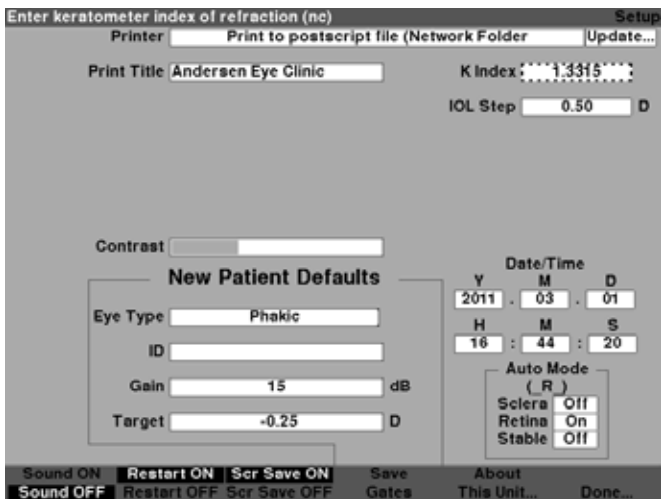

Figura 5-58 Ajuste do índice K
3. Gire o botão para ajustar o índice K ou insira um novo valor manualmente. O valor máximo é de 1,5000 e o valor mínimo é de 1,2500, conforme mostrado na Figura 5-58.